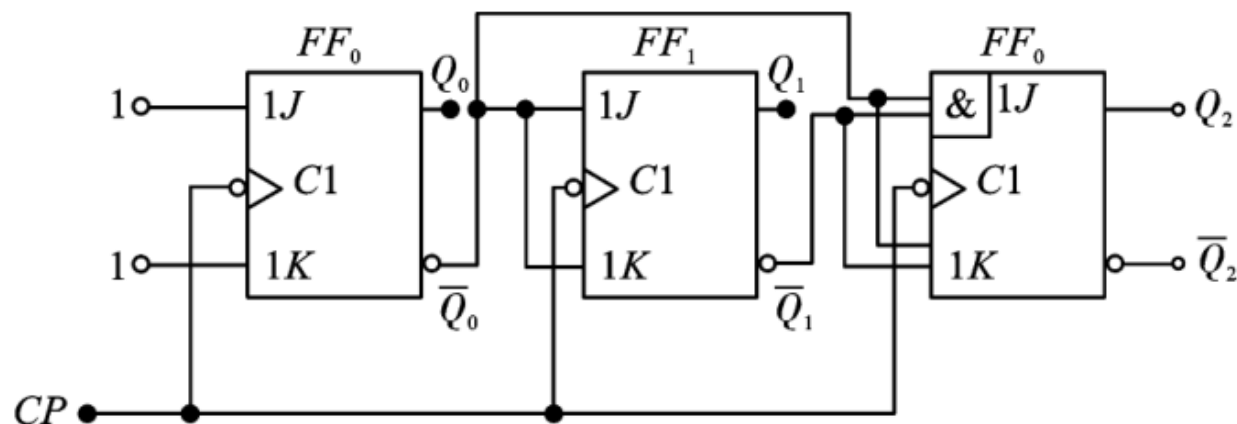

图 1
1. 分析图 1 电路的逻辑功能。要求：(1) 写出每个触发器的驱动方程、状态方程；(2) 列出状态转换表，画出状态转换图；(3) 说明电路的功能。（设各触发器初态为“0”）